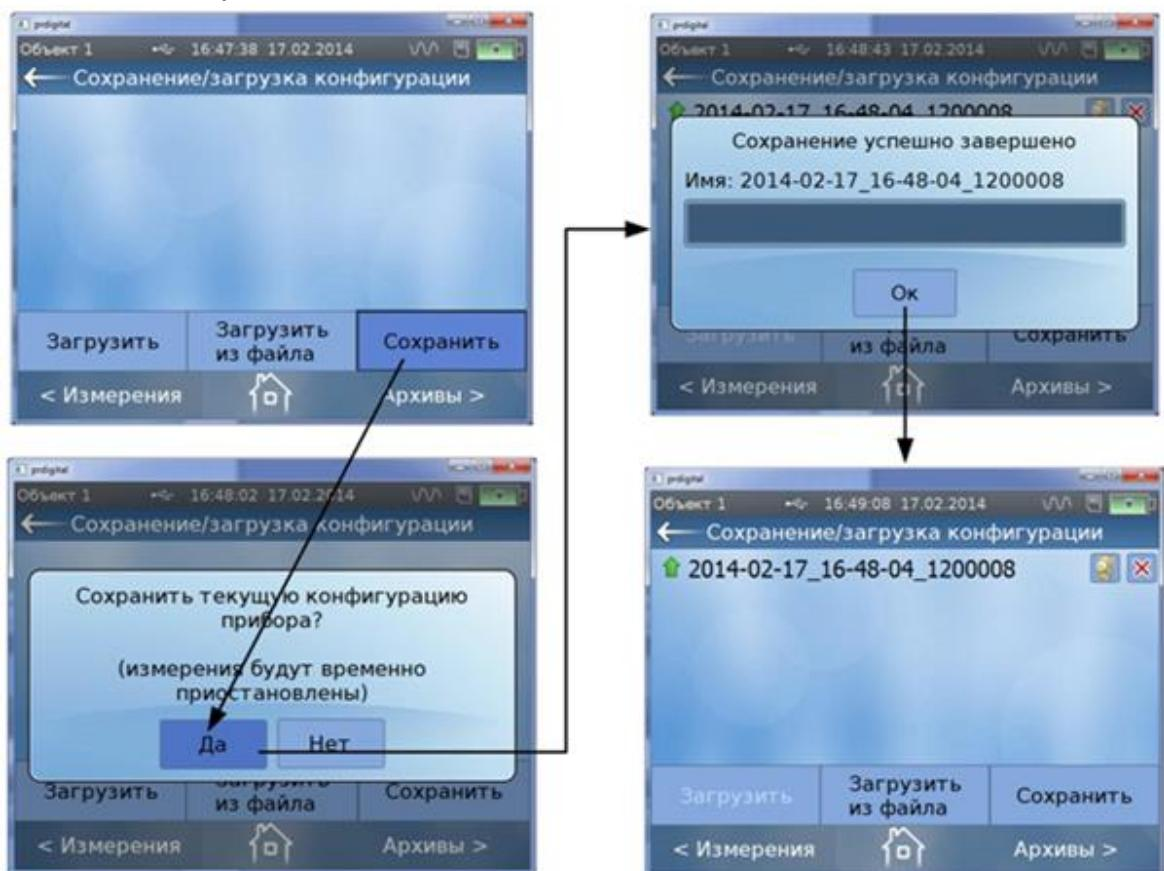

Рис.10. Меню «Сохранение / загрузка конфигурации».
3.4.7. В программе «prdigital» в меню «Приложения» имеется дополнительное подменю «Сохранение / загрузка конфигурации» (рис.10), с помощью которого возможна запись и сохранение на ПК настроек базы объектов, а также запись в память расходомера сохраненной ранее базы при необходимости проведения повторных измерений на этих объектах.